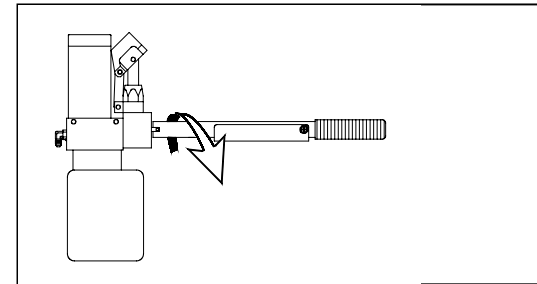

FIGURA 2-13: EN SENTIDO ANTIHORARIO LA PLATAFORMA DESCIENDE
- b. Consulte la **Figura 2-13**. Conecte la válvula de seguridad a la palanca de la bomba. Gire la válvula lentamente en sentido ANTIHORARIO (1/4 de vuelta como máximo) hasta que la plataforma empiece a descender; no la abra más. Deje que la plataforma se asiente en el suelo y a continuación gire la válvula en sentido HORARIO.